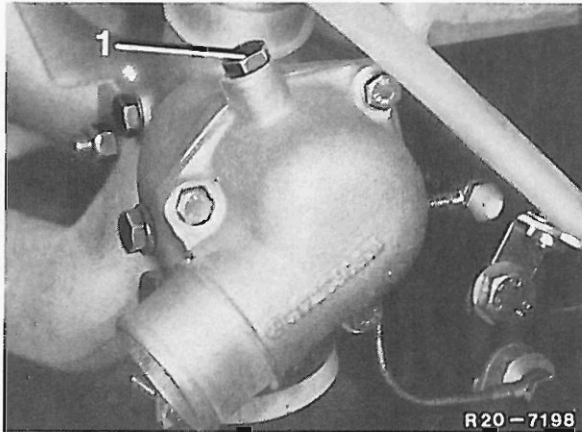

Bild 15
Beim Befüllen des Motors muß die Entlüftungsschraube (1) am Thermostatgehäusedeckel herausgeschraubt werden, bis Kühlwasser austritt (Bild 15).